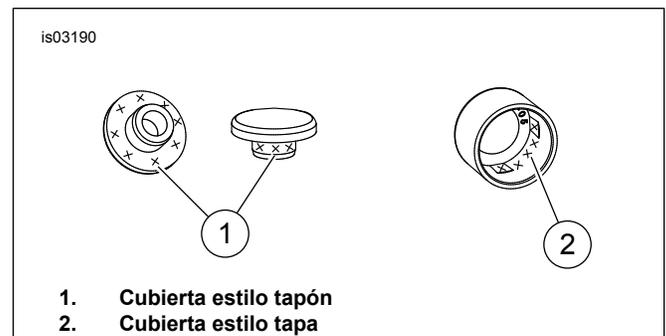

Figura 1. Área de aplicación de adhesivo de silicona
- Vea la Figura 1. Para las cubiertas estilo tapón (1), aplique adhesivo en el área marcada con una "x". Para las cubiertas estilo tapa (2), aplique adhesivo en el área marcada con una "x".